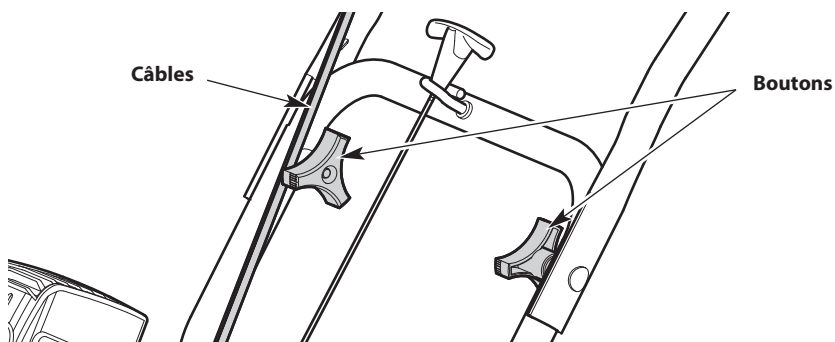

Fig. 4
2. Desserrez les boutons (Fig. 4).
REMARQUE : Prenez soin de ne pas pincer les câbles lors du positionnement du guidon (Fig. 4).